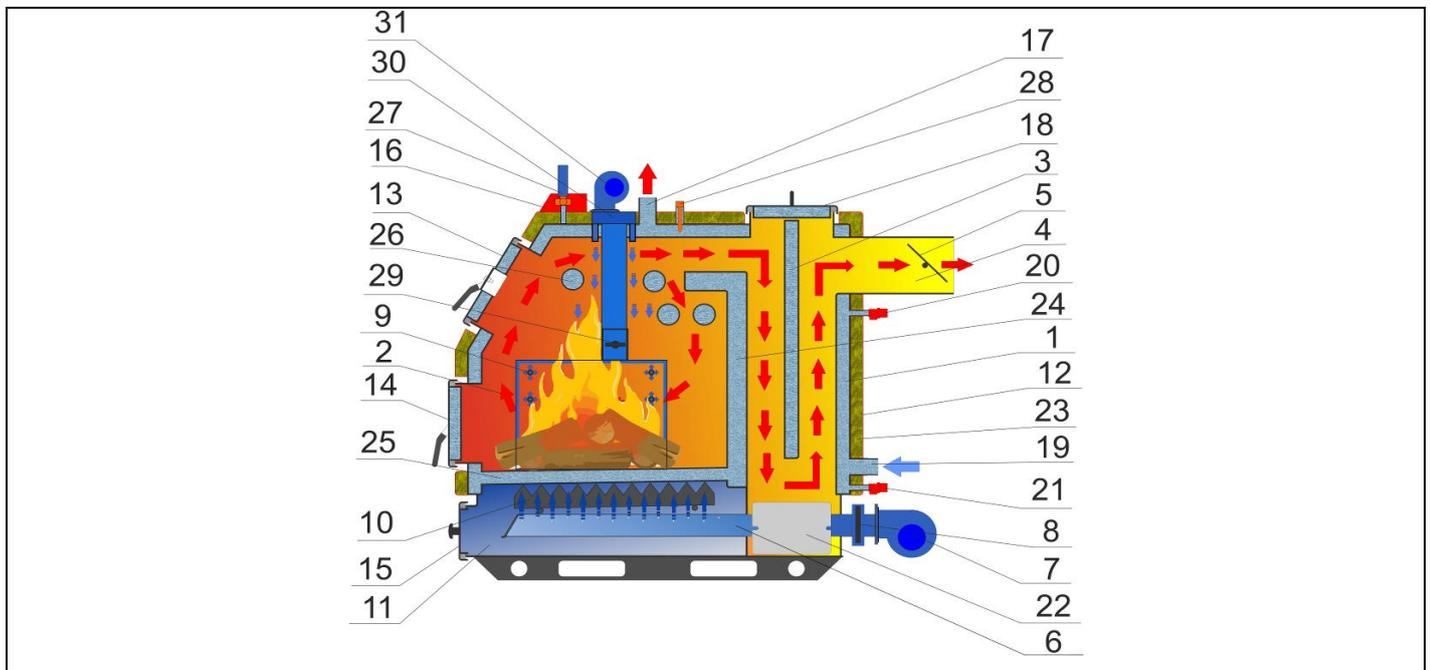

Рис.2 Будова котлів модельного ряду «Ретра-3М» потужністю 25-98кВт
3.1 Котел виконаний у вигляді шафи прямокутної форми зі скосом спереду що встановлюється на підлозі (див. Рис.2) і складається з наступних основних частин: конвективно-контактного сталюого теплообмінника 1 з камерою згоряння (топкою) 2, яка охолоджується водою, перегородки прямої 3, димоходу 4 з поворотним шибером газоходу 5, колектора 6, який разом з вентилятором 7 та шибером регулювання повітря 8 складають систему подачі первинного повітря. Система подачі вторинного повітря складається з вентилятора 31, з верхніх та бокових колекторів подачі та розподілення повітря 9, 30 та шиберів регулювання подачі повітря 29. В нижній частині котла знаходиться розпушувач палива 10 (встановлюється на всіх вище вказаних модифікаціях, крім модифікації «Ретра100-3М»), камера піддувала 11, яка одночасно виконує функцію камери накопичення золи.
3.2 Принцип роботи котла (див. Рис.2). Вода із системи тепlopостачання надходить в котел через патрубок звороту 19, розтікається по всім внутрішнім порожнинам теплообмінника і, через його металеві стінки, відбирає тепло від палива, що горить (контактним і радіаційним способами в топці) і газоподібних продуктів згоряння (конвективним способом в решті частин теплообмінника). Нагріта вода через патрубок подачі 17 надходить в систему тепlopостачання.